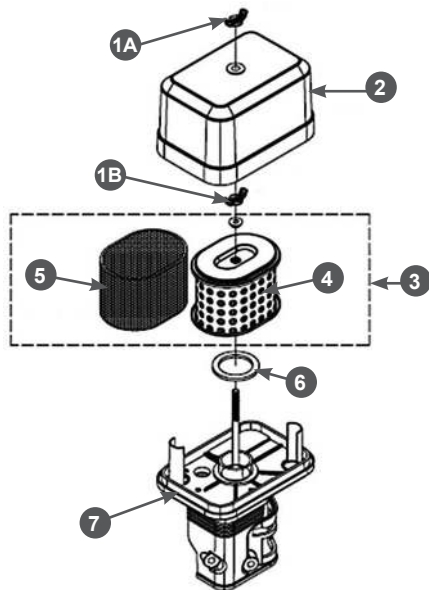

Рис. 12. Обслуживание воздушного фильтра
1. Открутите барашковую гайку 1А и снимите крышку 2 воздушного фильтра (Рис. 12).
2. Открутите барашковую гайку 1В и извлеките из корпуса воздушный фильтр 3 в сборе (Рис. 12).
- Проверьте целостность и чистоту фильтрующих элементов. Поролоновый (предварительный) фильтрующий элемент 5 установлен на корпусе бумажного фильтрующего элемента 4 (Рис. 12).
- При незначительном загрязнении промойте поролоновый фильтрующий элемент 5 (Рис. 12) теплым мыльным раствором и просушите. Поврежденный или сильно загрязненный поролоновый фильтрующий элемент замените.
- Произведите очистку корпуса 7 и крышки 2 воздушного фильтра, не допуская попадания пыли и грязи в воздухопровод, ведущий к карбюратору (Рис. 12).
- Перед установкой воздушного фильтра убедитесь, что уплотнительное кольцо 6 воздушного фильтра находится на месте и не имеет повреждений (Рис. 12).